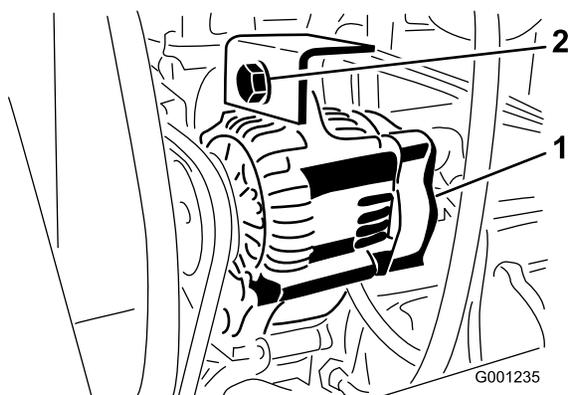

Рисунок 72
2. Ослабьте крепежный болт генератора (Рисунок 72).
3. Увеличьте или уменьшите натяжение ремня генератора и затяните крепежный болт (Рисунок 72).